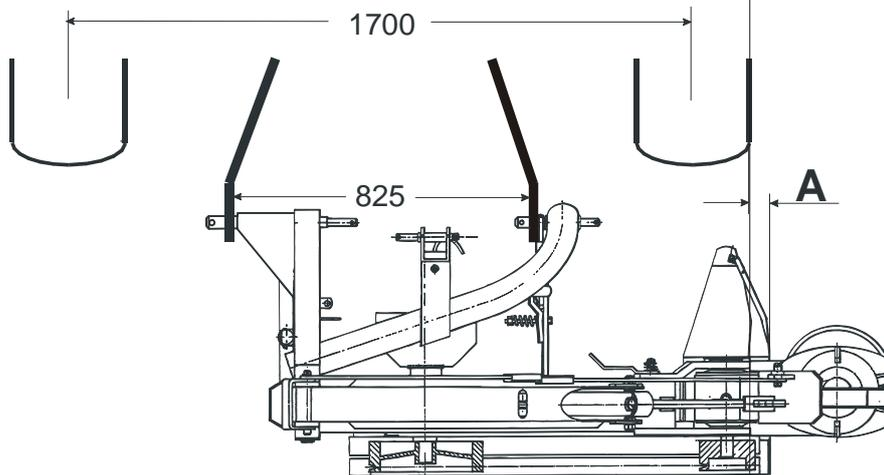

Fig. 2-2
- Fig. 2-2:** Anbau an dem Schlepper mit großer Spurweite, breiter Bereifung und Kat. II Dreipunktanbau. Austauschatz für Anschweißen ist notwendig für JF-Nummer: siehe Ersatzteilliste. Siehe Abschnitt 6: DIVERSE.